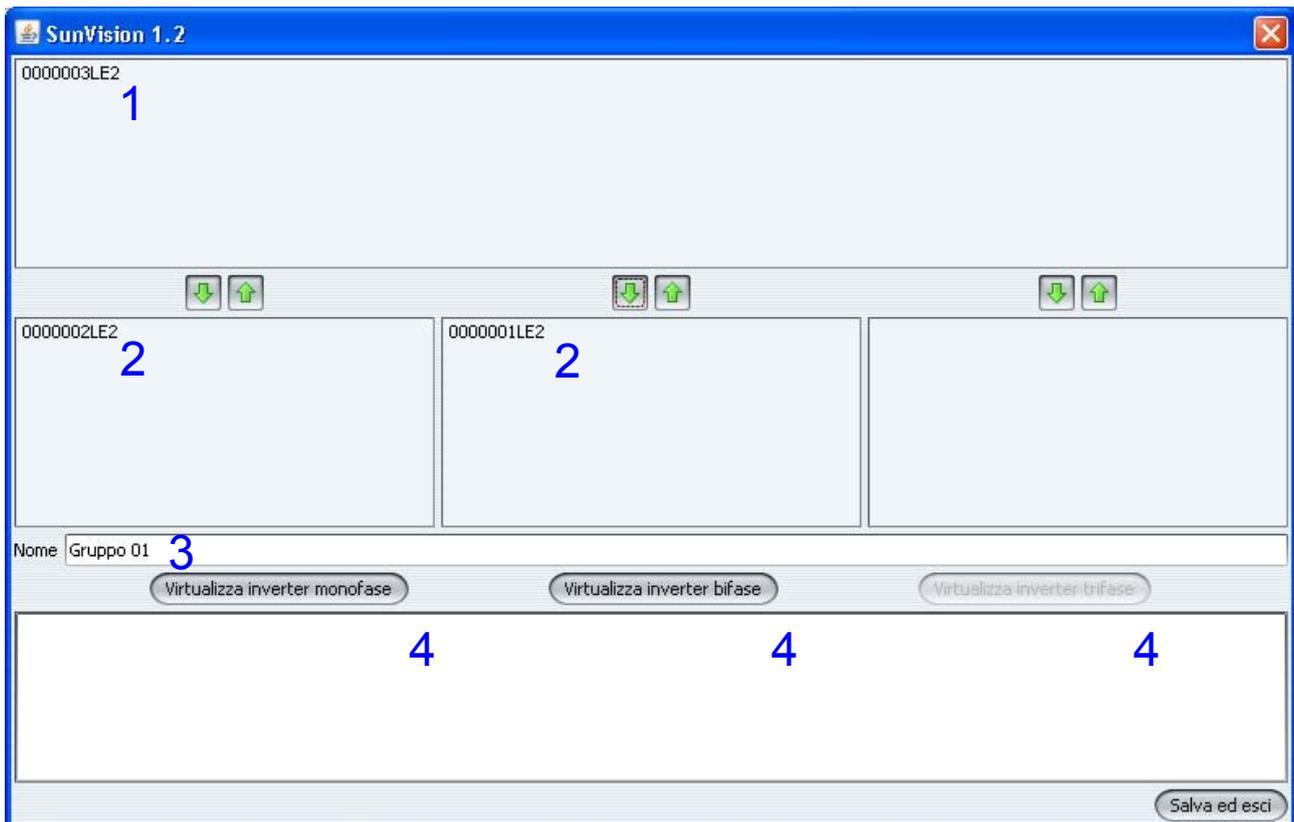

Figura 6.1 Pagina di Virtualizzazione
2. Terminato il browsing comparirà una finestra di configurazione con gli inverter presenti (Figura 6.1)